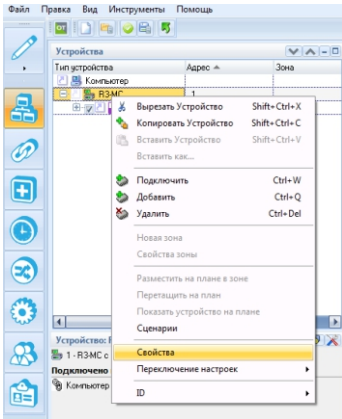

Рисунок 7.1
– нажать правую кнопку мыши и выбрать строку «Свойства» (рисунок 7.1);